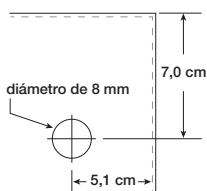

Figura 4
10. Perfore un orificio de 8 mm en el reborde del techo según las dimensiones indicadas en la Figura 4.